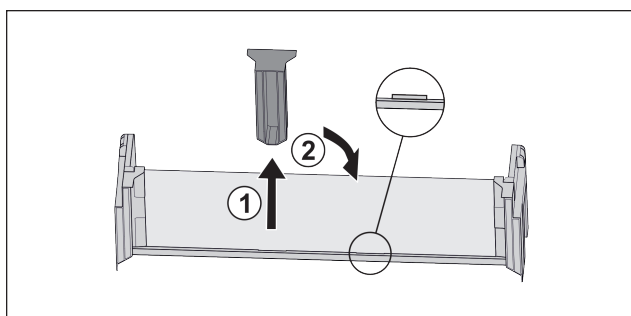

Fig. 20
► Stáhněte prostřední přídržný díl Fig. 20 (1).
► Vložte prostřední přídržný díl do druhé polohy Fig. 20 (2).